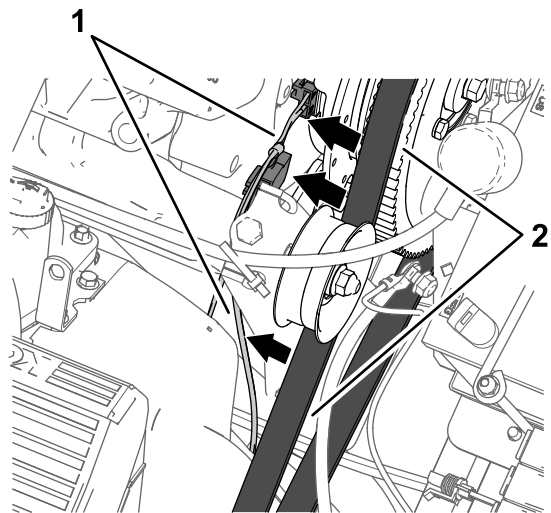

Figure 167
4. Acheminez la branche de 84 cm du faisceau contre le moteur et la pompe de pulvérisation de telle manière que le faisceau soit éloigné de la courroie d'alternateur (Figure 167).